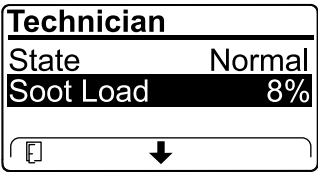

Рисунок 46
- Посмотрите объем сажи, измеряемый в виде процентов в DPF (Рисунок 46); см. таблицу объема сажи.